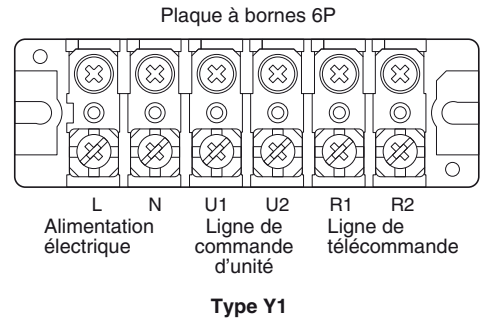

Fig. 4-2
- (1) Voir la Section 4-2. "Longueur et diamètre de fil recommandés pour système d'alimentation" pour l'explication de "A", "B", "C", "D" et "E" sur les schémas ci-dessus.
- (2) Le diagramme de connexion de base de l'unité intérieure montre les plaquettes à bornes, ainsi les plaquettes à bornes de votre équipement peuvent différer du diagramme. (Fig. 4-2)
- (3) L'adresse du circuit réfrigérant (R.C.) doit être fixée avant la mise sous tension.
- (4) Pour le paramétrage de l'adresse R.C, voir les instructions d'installation livrées avec la télécommande (en option). Le paramétrage de l'adressage automatique peut être exécuté via la télécommande. Voir les instructions d'installation livrées avec la télécommande (en option).